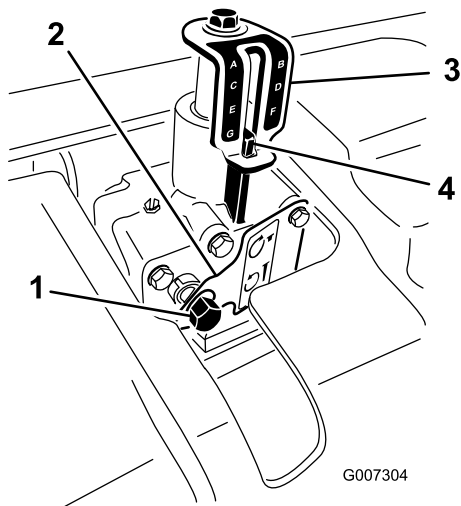

Рисунок 24
- Установите головку 9/16 дюйма с храповым механизмом на входной вал устройства регулировки глубины (Рисунок 24).
- Поворачивайте устройство регулировки глубины по часовой стрелке для уменьшения глубины аэрации или против часовой стрелки для ее увеличения. (Рисунок 24).
- Поворачивайте входной вал устройства до достижения требуемой глубины аэрации, как показано на наклейке с указателем глубины (Рисунок 24).